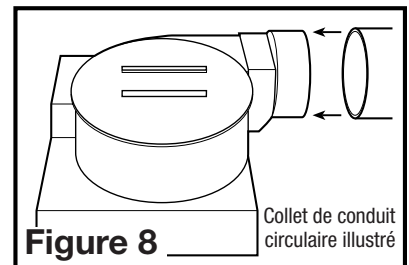

Figure 8
- Raccorder le conduit au collet de conduit du ventilateur (Figure 8). Fixer en place à l'aide de ruban ou de serre-joint. Toujours évacuer le ventilateur vers l'extérieur au travers de chapeau mural ou de toit. Il est recommandé que les raccords d'extrémité basse de restriction sont utilisées.